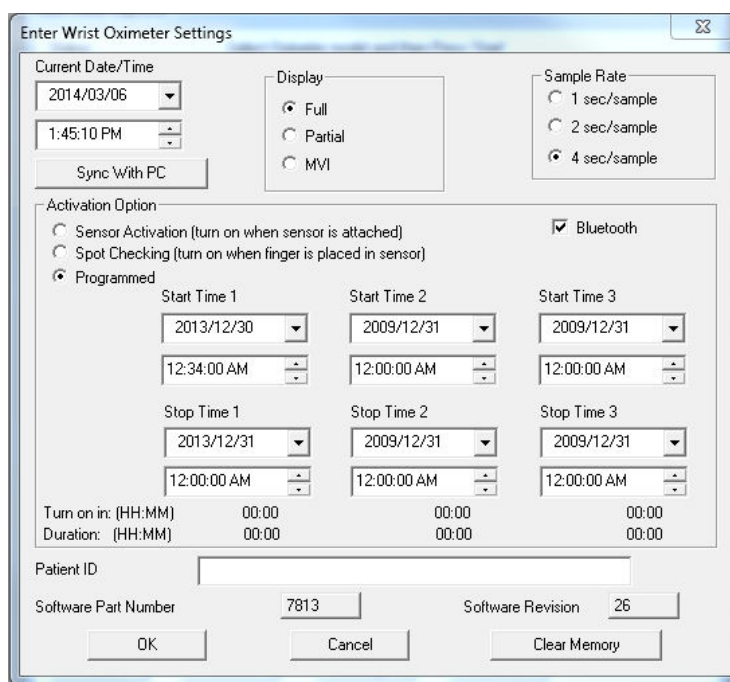

Figura 16: Janela de Configurações do nVISION
6. A janela “Enter Wrist Oximeter Settings” (Escolha as Configurações do Oxímetro de Pulso) será exibida (figura 16). Atualize ou mude as configurações conforme necessário.